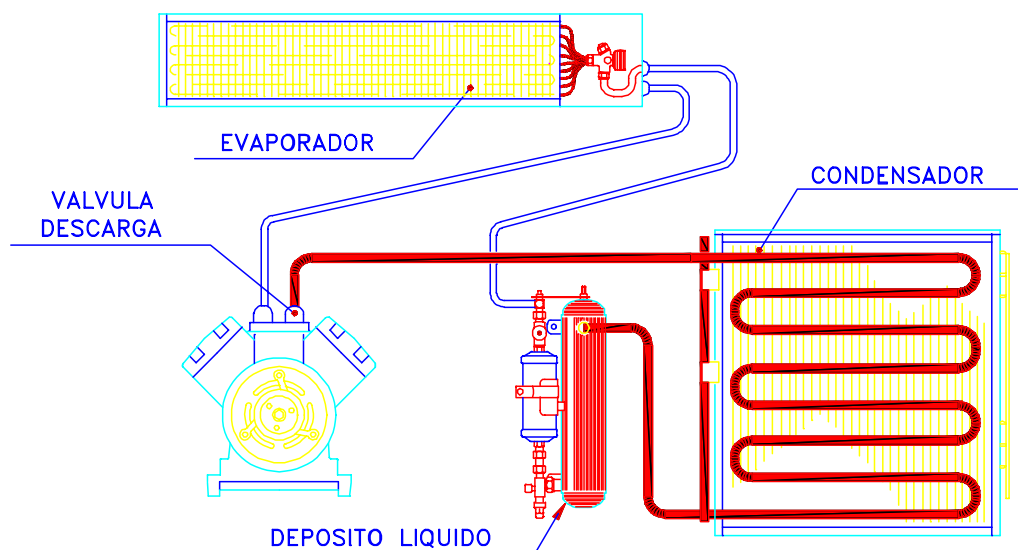

Fig.20
- Todo el refrigerante del circuito, está contenido ahora entre la descarga del compresor y la salida del depósito (fig. 20).